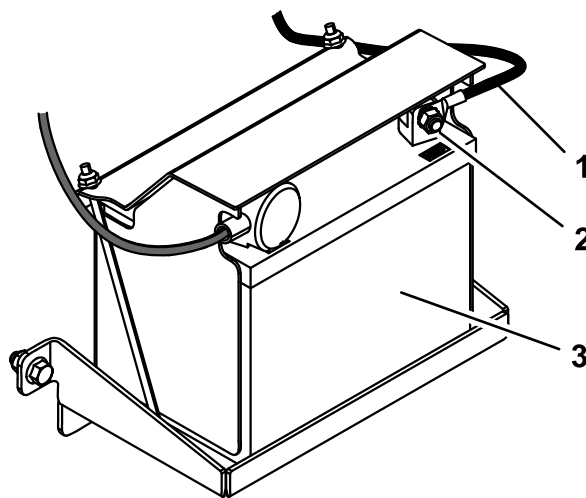

Figura 5
- Conecte el cable negativo de la batería al borne negativo (-) de la batería con el perno y la tuerca conectados al cable (Figura 5).